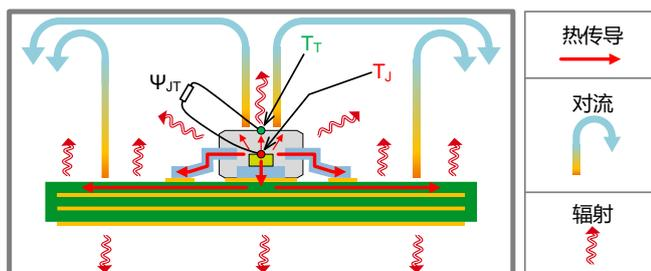

Figure 7. Ψ_{JT} 的定义
热特性参数 Ψ_{JT} 表示从器件的 PN 结到封装外表面的上部中央的温度差除以施加给零件的功率而得到的值。 Ψ_{JT} 的符号还使用了 Psi-JT。 Ψ_{JT} 如图所示为 Figure 7。另外，用式表示的话，如 (8) 所示，结温度 T_J 和封装上面中心温度 T_T 的温度差除以功率损耗。
数据表中记载 Ψ_{JT} 是在 JEDEC 标准 JESD51-2A 中定义的环境中测量的值。通过在特定的应用下测量设备的封装温度，如果在同样的条件下测量温度特性参数，则可以估计结温度。Figure 7 表示散热路径，但 SMD 会向 PCB 释放大部分热量，因此通过结和封装顶部之间的热量流动非常小。因此， T_J 和 T_T 间温度差变得非常小， Ψ_{JT} 的值也变小。 Ψ_{JT} 值越小，即使 JEDEC 环境与特定应用环境之间存在差异，估计结温的误差也越小。